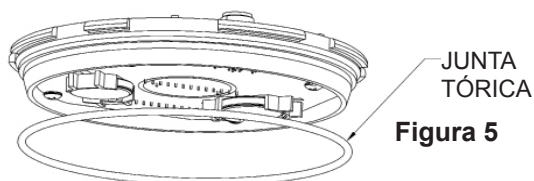

Figura 5
4. Como se aprecia en la Figura 5, vuelva a instalar la junta tórica en el módulo electrónico. Alinee el receptáculo del sensor en la ubicación adecuada. Presione el módulo con suavidad hacia la cubierta del medidor.